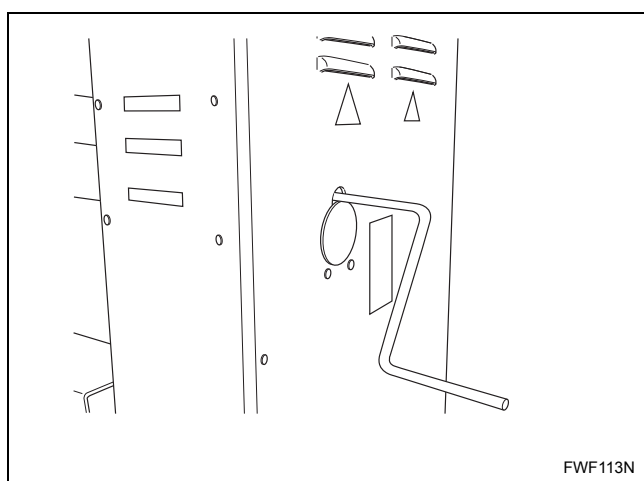

Figura 12
c. Ruotare il rullo con la manovella. Consultare la *Figura 12*.